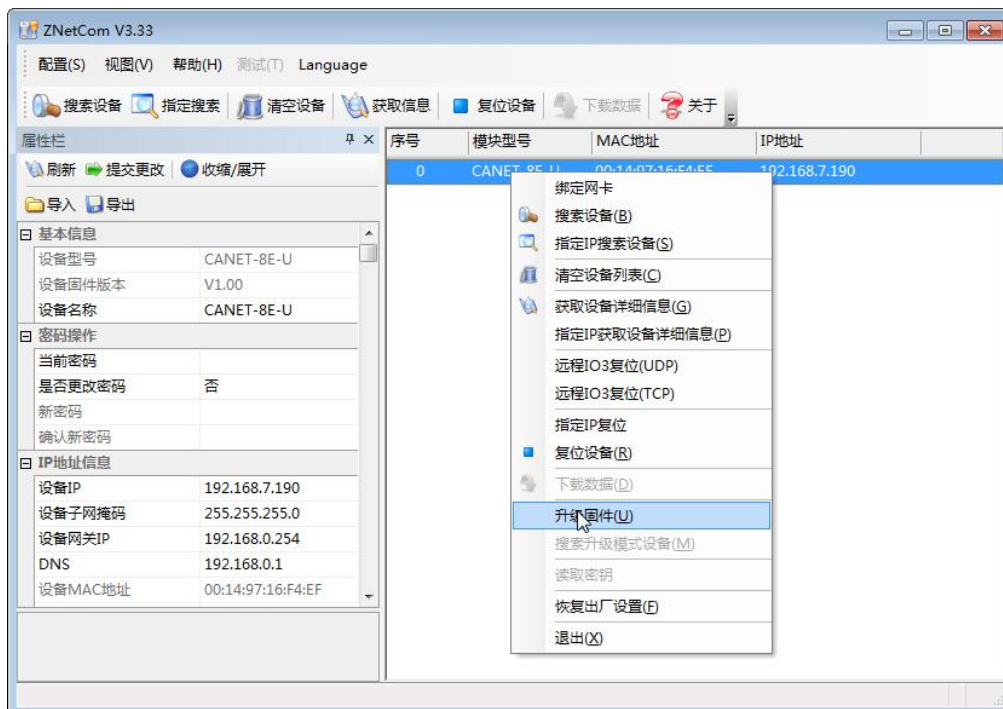

图 6.12 固件升级菜单项
- 在 ZNetCom 软件的设备列表栏中, 在列表项选中要升级的设备, 点击鼠标右键, 出现菜单项, 如图 6.12 所示。